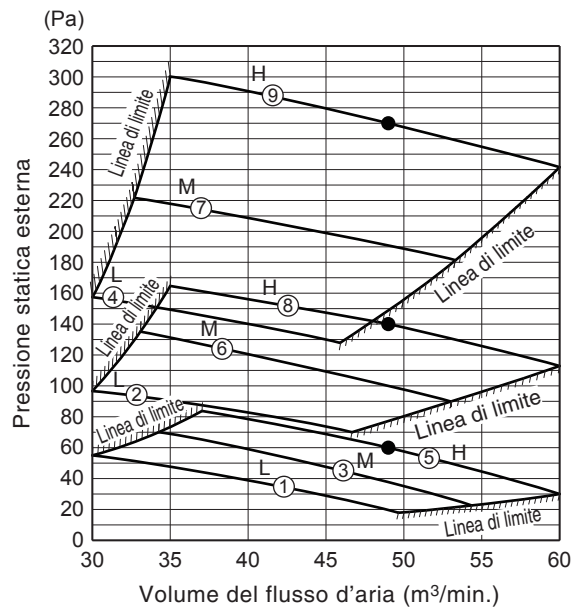

Fig. 8-2
- **Accertare che la pressione statica esterna rientri nell'intervallo specificato. Procedere quindi con l'impostazione della pressione statica esterna. Impostazioni errate possono causare rumore, riduzione del volume del flusso d'aria e perdite d'acqua. Per l'intervallo di impostazione della pressione statica esterna, vedere la Fig. 8-2.**
Vedere la tabella 8-2 e la Fig. 8-2 e selezionare un valore tra "00 06", "00 03" e "00 01".
Selezionare “Set data” (Dati impostati) tra “0006”, “0003” e “0001” secondo l’impostazione della pressione statica esterna desiderata premendo il pulsante o . (Vedere la tabella 8-3 e la Fig. 8-2.)
Vedere la tabella 8-4 e la Fig. 8-2 e selezionare un valore tra "00 06", "00 03" e "00 01".